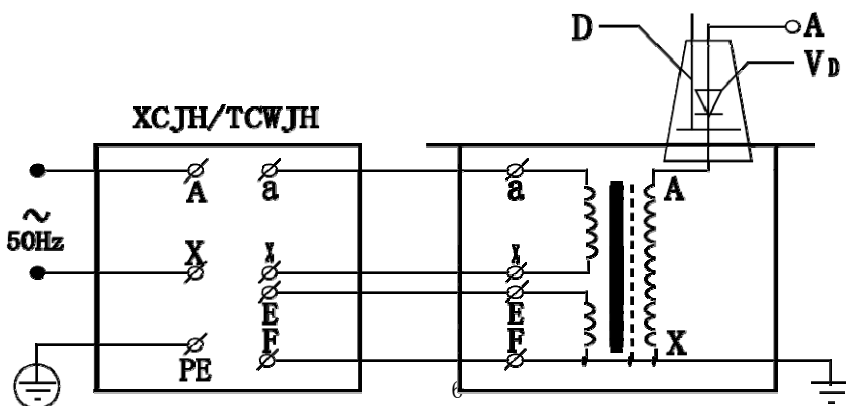

图 4：单台 YDJ-ADT 交直流试验变压器原理
2、 单台 YDJ-ADT 试验变压器的工作原理图见图 4，图中高压套管中装有高压硅堆，串接在高压回路中作半波整流，以获得直流高电压。当用一短路杆将高压硅堆短接时，可获得工频高电压，作为交流输出状态；取消短路杆时，作为直流输出状态。